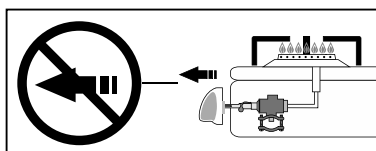

Figura 13.
- No hale las perillas, porque el cono interno podría desacomodarse y originar fugas de gas (Ver figura 13).